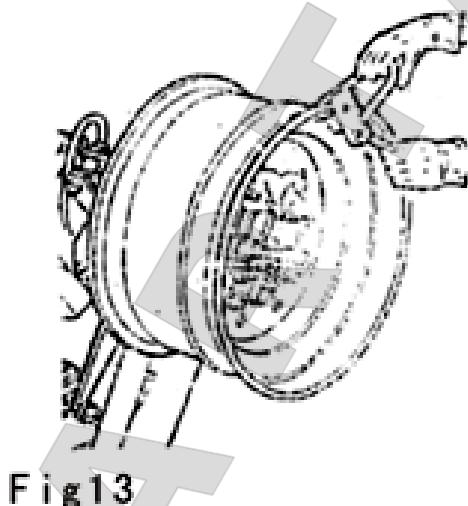

Fig 13
- (1) Зафиксируйте обод с помощью гидравлического зажимного устройства.
- (2) Смажьте оба борта шины и края шины специальным смазочным материалом.
- (3) Установите тиски самой верхней точке на внешнем крае обода (рис. 13).